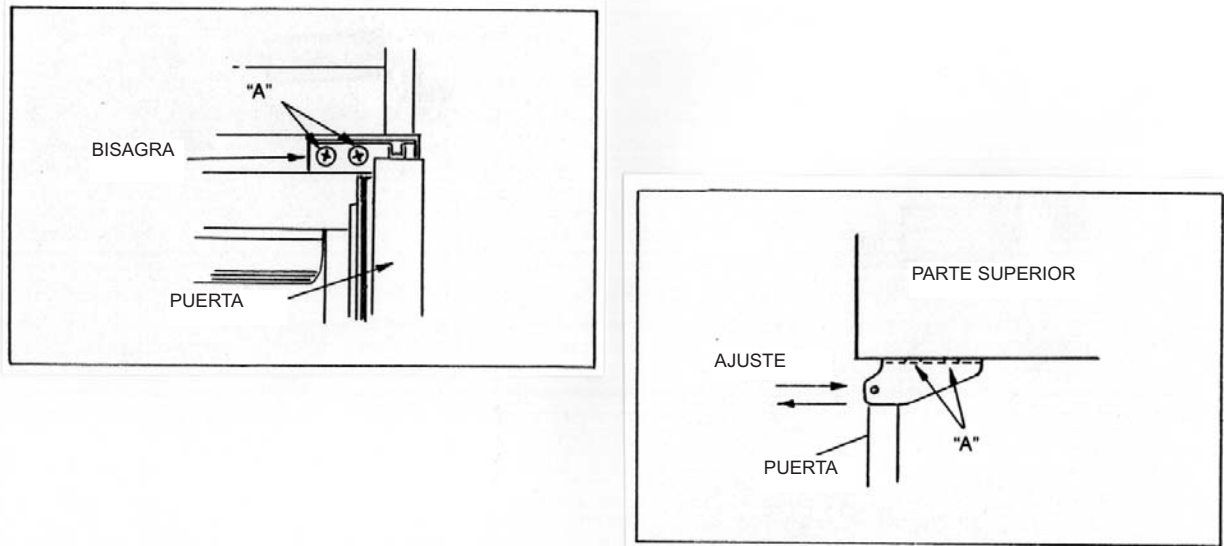

FIGURA 5
Durante la instalación, tal vez sea necesario desmontar las puertas del gabinete para facilitar el paso por puertas o pasillos estrechos. Para desmontar una puerta, gire la puerta hasta la posición abierta (90°) y quite los dos tornillos marcados con una "A" (Figura 5) mientras mantiene la puerta abierta con cuidado. Hay que tener cuidado de mantener la puerta completamente abierta mientras se quitan los tornillos, ya que la bisagra superior está cargada por resorte y puede desplazarse rápidamente hacia la puerta cuando se quitan los tornillos. Después de quitar ambos tornillos, levante cuidadosamente la puerta recto hacia arriba. Para no doblar el pasador de bisagra. Para volver a instalar la puerta, invierta el orden del procedimiento anterior.
1. Gire la puerta hasta la posición abierta y afloje, sin quitar, los tornillos marcados "A" en las bisagras superiores e inferiores (vea la Figura 5).